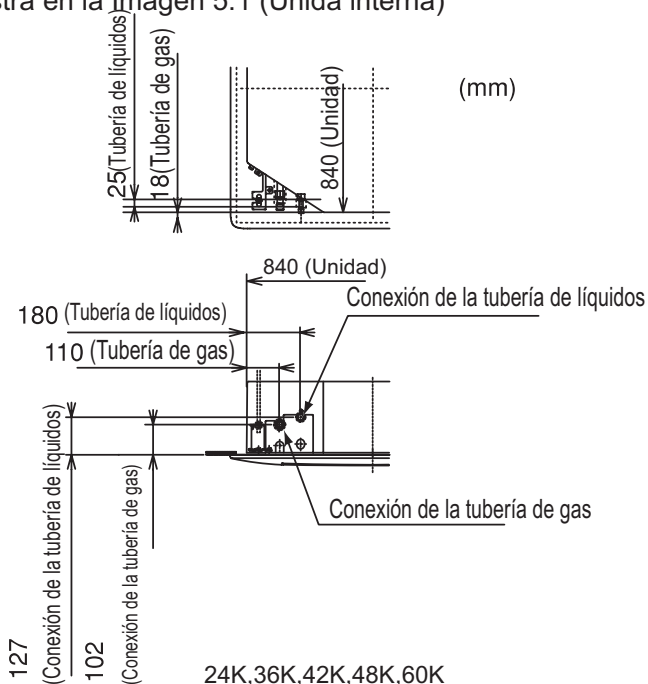

Imagen 5.1 Posición de la conexión de la tubería
- (1) La posición de la conexión de la tubería se muestra en la Imagen 5.1 (Unidad interna)